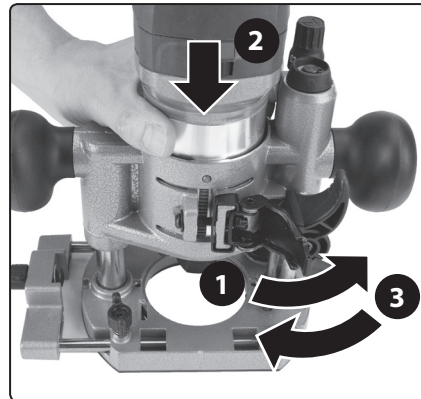

Abb. 23
- Öffnen Sie den Klemmhebel der Tauchgrundplatte (Schritt 1., Abb. 23) und setzen Sie die Motoreinheit so in die Tauchgrundplatte ein, dass sich die vertikale glatte Nut am Fräsekörper an der Stelle des Kolbenplattenstifts befindet. Setzen Sie dann die Motoreinheit in die Tauchgrundplatte ein (Schritt 2., Abb. 23). Rasten Sie dann den Klemmhebel der Tauchgrundplatte ein (Schritt 3., Abb. 23).